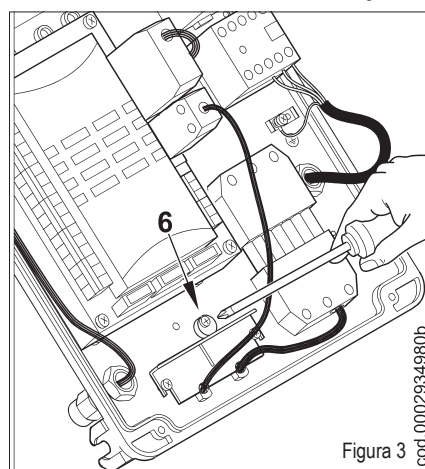

Figura 3
- 3) Riposizionare la piastrina stringi cavi come da figura 3. Ruotare l'eccentrico (6) in modo che la piastrina eserciti una adeguata pressione sui due cavi, quindi stringere le viti che fissano la piastrina. Collegare infine le due spine a 7 e a 4 poli.